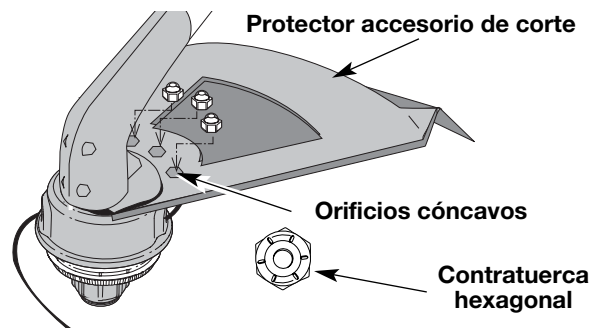

Fig. 4
2. Coloque una contratuercas hexagonal en uno de los tres orificios cóncavos de la parte superior del protector accesorio de corte (Fig. 4).